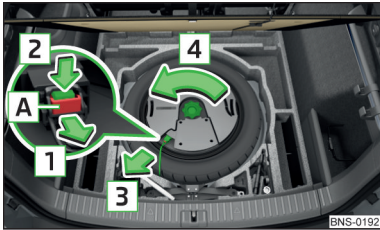

Abb. 339
- › Die Verriegelung **A** am Stecker in Pfeilrichtung **1** ziehen » **Abb. 339**.
- › Die Sicherungsmutter entgegen der Pfeilrichtung **4** bis zum Anschlag einschrauben » **Abb. 339**.